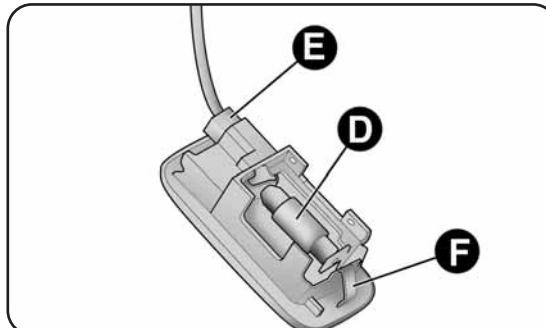

fig. 37
- ôter la protection B en la dégageant des ailettes C, remplacer l'ampoule D-fig. 37 en la tirant vers l'extérieur et en la dégagant des contacts latéraux;
- remonter le plafonnier en le montant d'abord du côté E-fig. 37, puis appuyer sur l'autre côté jusqu'au déclic de blocage de la languette F.